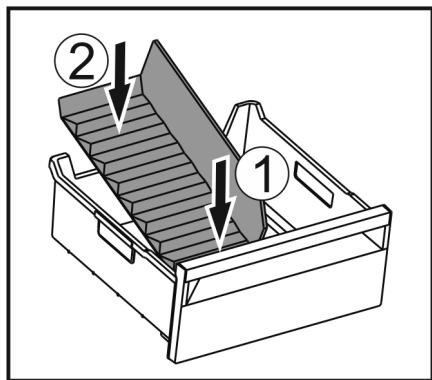

Fig. 71
- ▶ Установите переднюю часть разделителя отделения для льда. Fig. 71 (1)
- ▶ Опустите заднюю часть разделителя отделения для льда на дно выдвижного ящика. Fig. 71 (2)